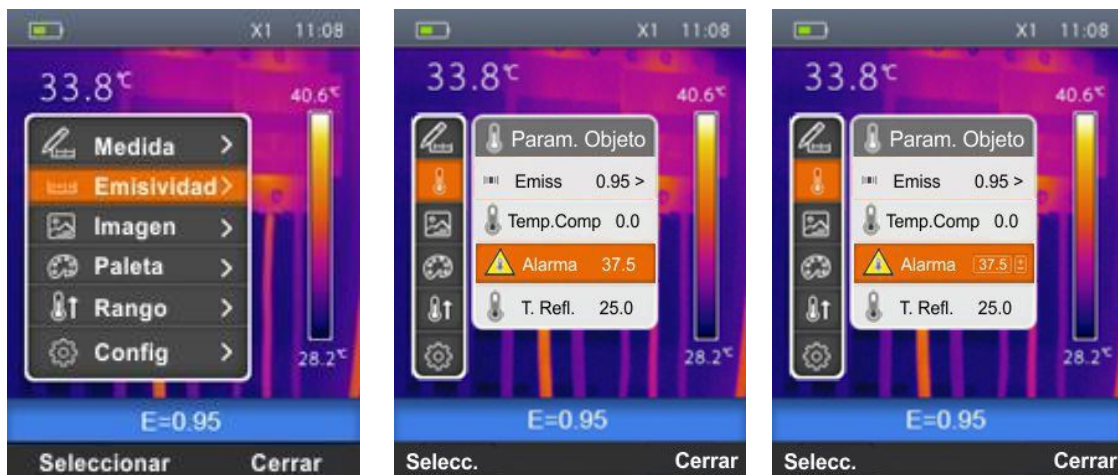

Fig. 20: Configuración de la condición de alarma en la medida de temperatura
2. Seleccione el texto "Emiss" con las teclas $\oplus$ o $\ominus$ y pulse la tecla  La pantalla de Fig. 20 – Parte central se muestra en el visualizador
2. Utilice las teclas $\oplus$ o $\ominus$ para seleccionar el texto "Alarma" y pulse la tecla "Selecc.". La pantalla de Fig. 20 – derecha se muestra en el visualizador.